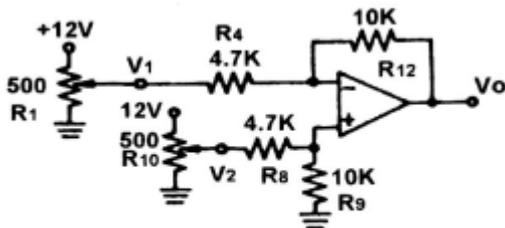

Fig 15-14
1. Insérez le clip de raccordement en vous référant à la figure 15-14 et au schéma de raccordement de clip 23013-block b.5.
3. Relativement aux valeurs indiquées au Tableau 15-4, aidez-vous du multimètre ou de l'oscilloscope (DC) pour mesurer la tension à la borne de sortie (OUT), puis notez les résultats en Tableau 15-4.
Où les valeurs de R4 et R12 sont présentées en Fig. 15-14.